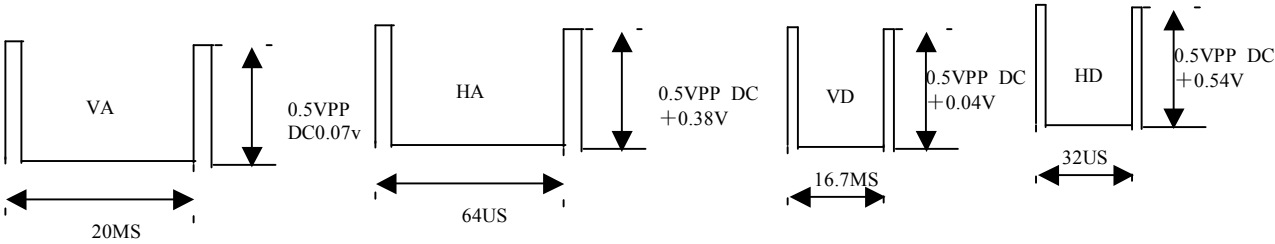

图 4 变频前、后行场同步信号直流工作电压波形
(28) 3.4V)。怀疑(24)脚电压不正常与同步切换块 HCT157 或 N005 内电路工作不正常有关。测量 HCT157 (2) (5) 脚输入的 HD、VD 变频同步信号仍为 0V，HCT157 (16) 脚有 5V 供电，测量 HCT157 引脚工作对地电阻，见表 2 也正常，由此判定该故障可能与变频组件输出的 HD、VD 信号有关。测量变频组件插座 XP210 输入的 HA、VA 信号波形及直流工作电压正常，而变频组件插座 XP209 输出的 VD、HD 信号不正常。**更换变频组件，故障排除。输入与输出变频组件的行场波形见图 4。**